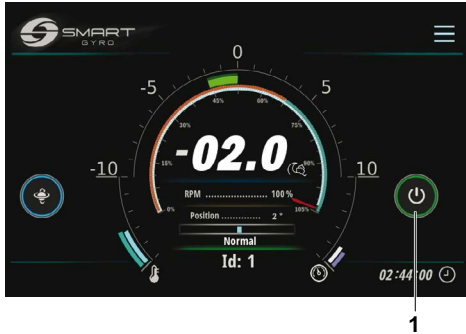

Abbildung 10
2. Drücken Sie auf das Stromsymbol (EIN/AUS) (Abbildung 10, (1)).